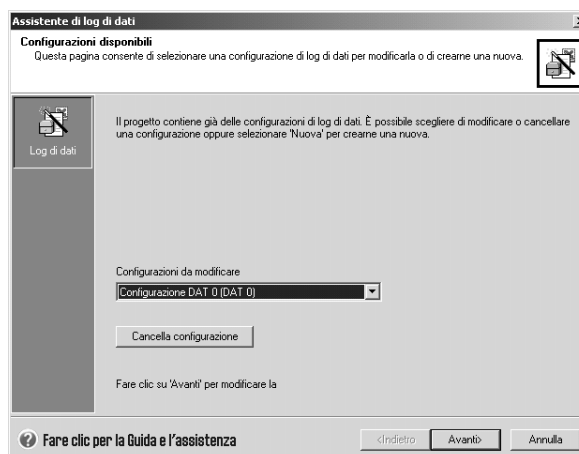

Figura 14-4 Modifica della configurazione di un log di dati
1. Fare clic sull'elenco a discesa e selezionare una configurazione di log di dati come indicato nella figura 14-4.